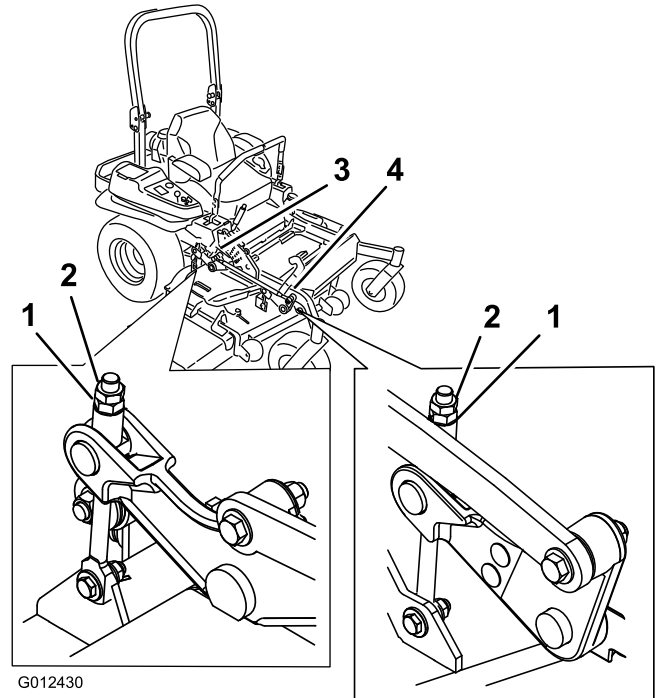

Figura 91
- 10. Mettete a punto il dado di regolazione sul gruppo di sollevamento del piatto di taglio anteriore ruotandolo (Figura 91).
16. Mettete a punto il dado di regolazione sul gruppo di sollevamento del piatto di taglio anteriore ruotandolo (Figura 91).